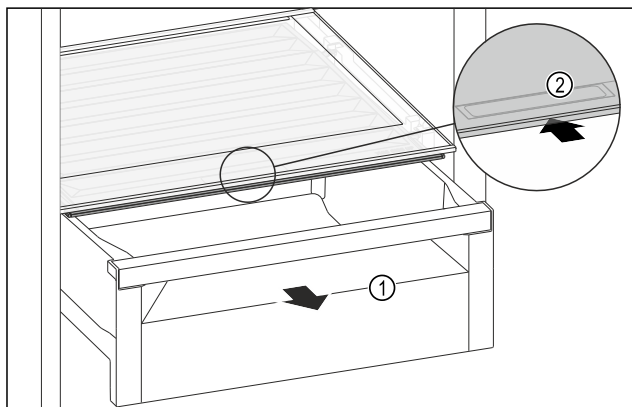

Fig. 138
- ▶ Изтеглете чекмеджето Fig. 138 (1).
- ▶ Хванете вдлъбнатия захват Fig. 138 (2) на капака на отделението и едновременно с това избутайте назад капака на отделението.